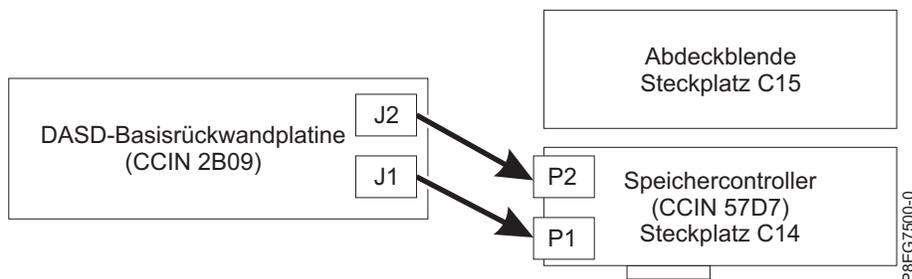

Abbildung 18. SAS-Kabel in einer Basispeicherkonfiguration wieder anschließen
- Wenn Sie über einen internen PCIe3-x8-SAS-RAID-Adapter (CCIN 57D7) in Steckplatz P1-C14 (Basispeicherfunktion) verfügen, verbindet ein SAS-Kabel den Anschluss an der Rückwandplatine des unteren Plattenlaufwerks (J1) mit dem Anschluss P1 am Adapter. Ein SAS-Kabel verbindet den Anschluss an der Rückwandplatine des oberen Plattenlaufwerks (J2) mit dem Anschluss P2 an demselben Adapter. Siehe Abb. 18.